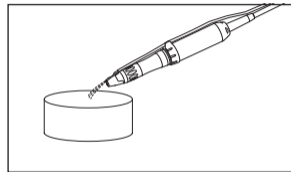

Abb. 9
- 4) Lassen Sie das Handstück rotieren, während Sie mindestens 20 Sekunden lang sauberes Wasser über die externe Wasserdüse in die Spüldüse leiten, um Flüssigkeiten aus dem Handstück zu entfernen (Abb. 9). Wenn das Handstück in Betrieb ist, muss der Spannring des Bohrers in der Stellung CLOSE sein. Nachdem das Instrument zum Stillstand gekommen ist, berühren Sie bitte die Spitze des Handstücks, um sich zu versichern, dass KEINE ungewöhnliche Erhitzung vorliegt. (Wassertemperatur 38°C oder geringer, Trinkwasserqualität wird empfohlen).